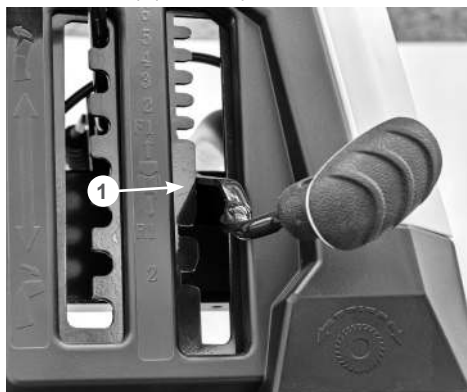

Рис. 12. Установка рычага в нейтральное положение
- установите фиксатор 1 рычага переключения передач точно посередине между положениями F1 и R1 на панели управления (между положениями первой передней и первой задней передач) (Рис. 12);